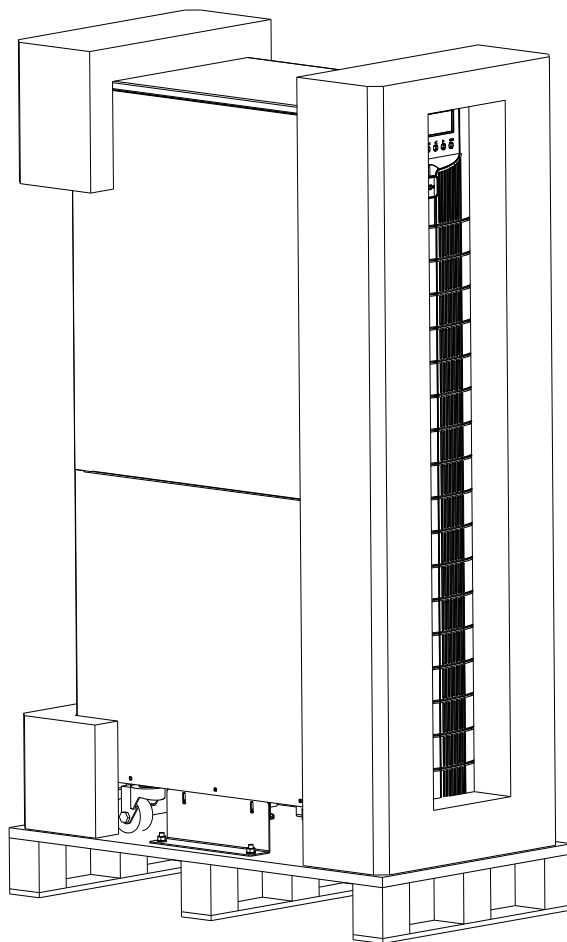

Рис.3-6 Распаковка ИБП
3. Распакуйте упаковку (см. Рис. 3-6).